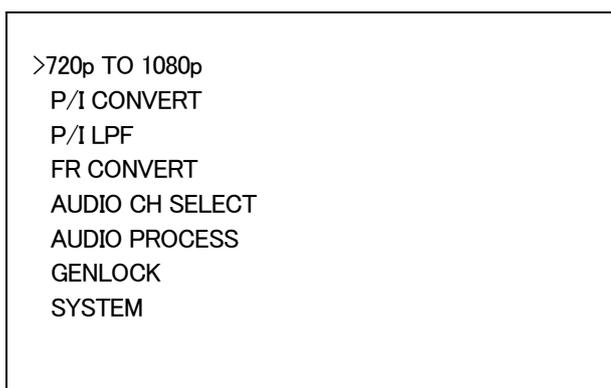

図5-1オンスクリーンメニューのメインメニューの表示
このとき約2秒以上MENUを押し続けると、オンスクリーンメニューが表示されます。(図5-1参照)
- (3) カーソルが左の項(図5-1)にある状態でツマミを回し、設定する項目を選択します。
- (4) ENTERを押すと設定項目が表示され設定することができます。